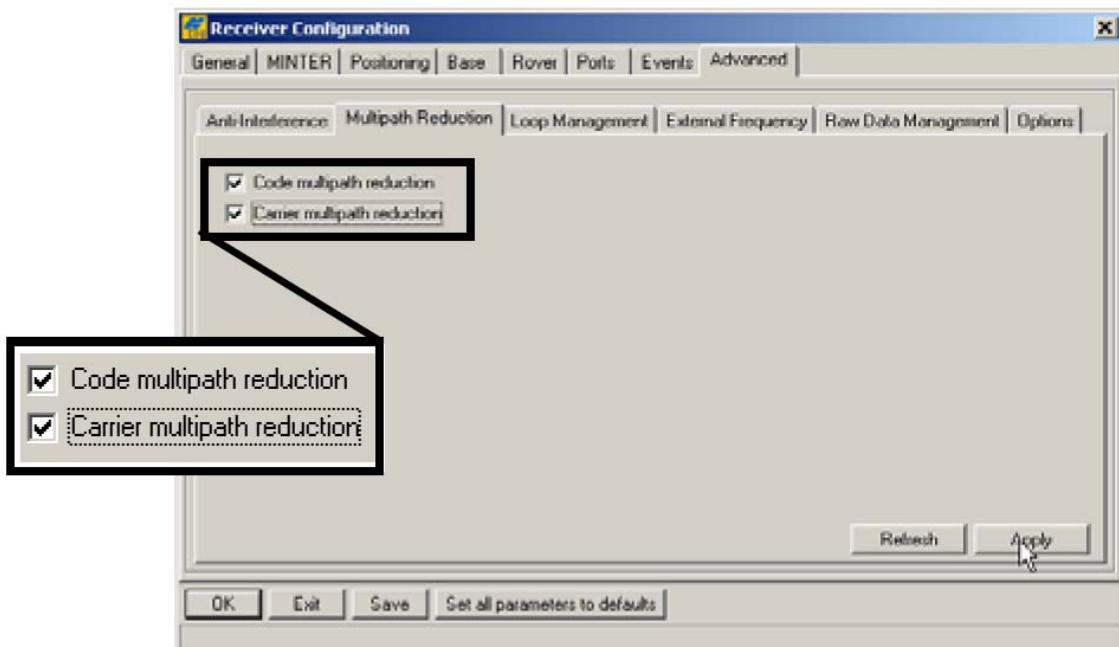

Рисунок 3-15. Настройка параметров подавления многолучевости
12. Выберите вкладку *Advanced* (Расширенные функции), затем вкладку *Multipath Reduction* (Подавление многолучевости), выставьте перечисленные ниже флагки и щелкните на кнопке *Apply* (Применить) (см. рис. 3-15 на стр. 3-19).